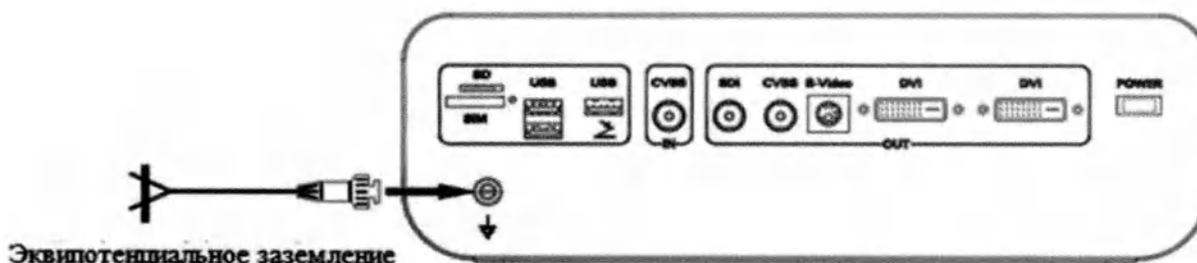

Рис. 3.6 Подключение эквипотенциальных линий к заземлению.
3.1.1.3.1 Эквипотенциальный кабель E240D и E190DH подключается к эквипотенциальному заземлению, как показано на рис. 3.6.